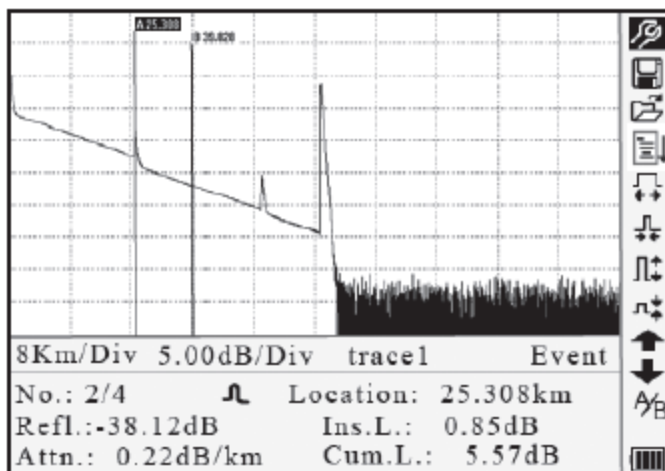
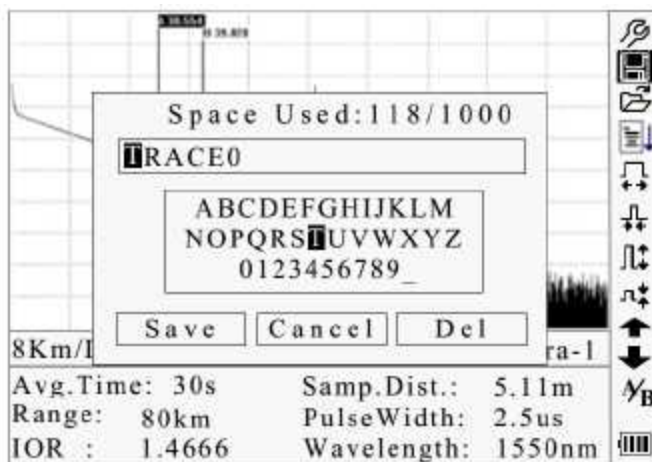
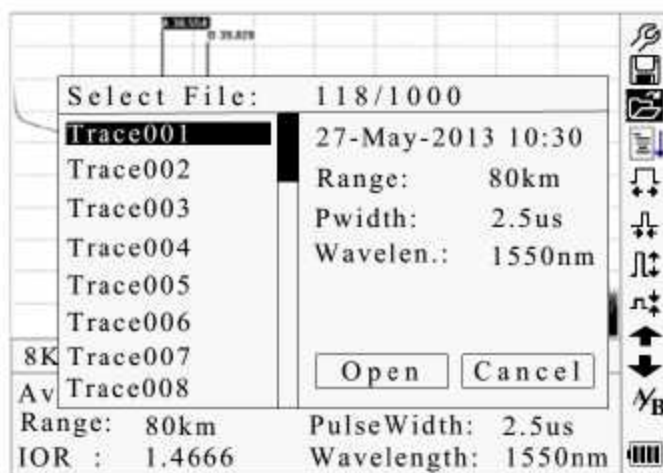

Рисунок 4-4. Рефлектограмма, полученная при измерении
Рисунок 4-6. Сохранение рефлектограммы
Рисунок 4-7. Поиск сохраненных рефлектограмм
Нажимайте кнопку  в графическом интерфейсе пользователя (рисунок 4-4) для отображения элементов информационного окна в следующем порядке: параметры измерения → информация анализа → список событий → информация о маркерах A/B → информация о волокне → параметры измерения.
Нажимайте кнопку  в графическом интерфейсе пользователя (рисунок 4-4), пока в информационном окне не появится список событий.
С помощью кнопок ▲ и ▼ в графическом интерфейсе пользователя (рисунок 4-4) выделите A/B, затем нажимайте кнопку Enter для переключения между маркерами A/B.
Для переключения информационного окна на информацию маркеров A/B нажимайте кнопку  в графическом интерфейсе пользователя (рисунок 4-4).
1. С помощью кнопок ▲ и ▼ в графическом интерфейсе пользователя (рисунок 4-4) выделите , затем нажимайте кнопку Enter, чтобы уменьшить масштаб рефлектограммы по горизонтали.
С помощью кнопок ▲ и ▼ в графическом интерфейсе пользователя (рисунок 4-4) выделите , затем нажимайте кнопку Enter, чтобы увеличить масштаб рефлектограммы по горизонтали.
1. С помощью кнопок ▲ и ▼ в графическом интерфейсе пользователя (рисунок 4-4) выделите , затем нажимайте кнопку Enter, чтобы уменьшить масштаб рефлектограммы по вертикали.
С помощью кнопок ▲ и ▼ в графическом интерфейсе пользователя (рисунок 4-4) выделите , затем нажимайте кнопку Enter, чтобы увеличить масштаб рефлектограммы по вертикали.
1. С помощью кнопок ▲ и ▼ в графическом интерфейсе пользователя (рисунок 4-4) выделите , затем нажмите кнопку Enter для доступа к функции сохранения (рисунок 4-6).
1. С помощью кнопок ▲ и ▼ в графическом интерфейсе пользователя (рисунок 4-4) выделите , затем нажмите кнопку Enter для подтверждения (рисунок 4-7).